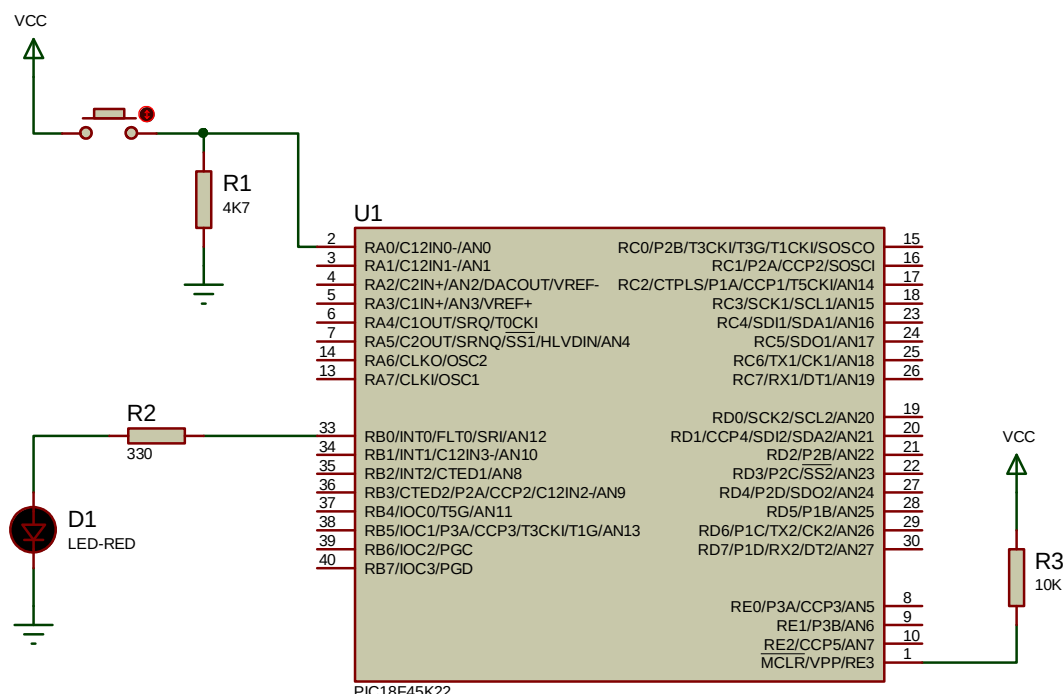

Figura 1
L'esquema del circuit es mostra en la figura 1.
- Implementar el circuit de la Figura 1 sobre Proteus.
- 6) Com modificariéu el projecte si volguéssiu invertir el funcionament del led (apagat amb el botó premut i encès quan el botó no ho estigui). Proposeu tres solucions, dues per **hardware**, **modificant el connexionat dels components de la Figura 1** (dibuixeu l'esquema) i l'altre per **software**, **tot mantenint l'esquema de l'enunciat** (escriuiu el codi).